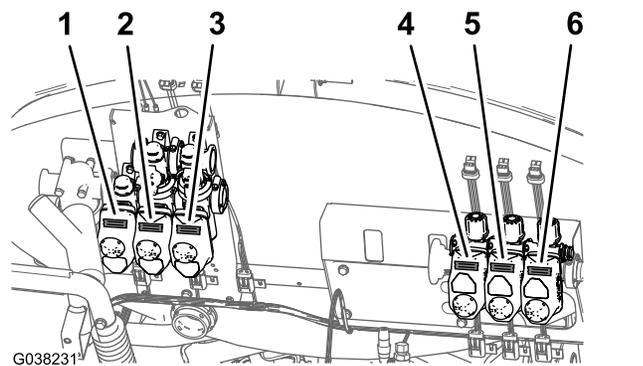

図 51
1. マスキングテープなどで、図 51 のようにバルブアクチュエータの位置をマーキングする。
1. ステップ 1 (バルブアクチュエータを取り外す (ページ 25)) で識別したバルブアクチュエータを、図 51 のようにマニホールドのバルブ位置に合わせて取り付ける。